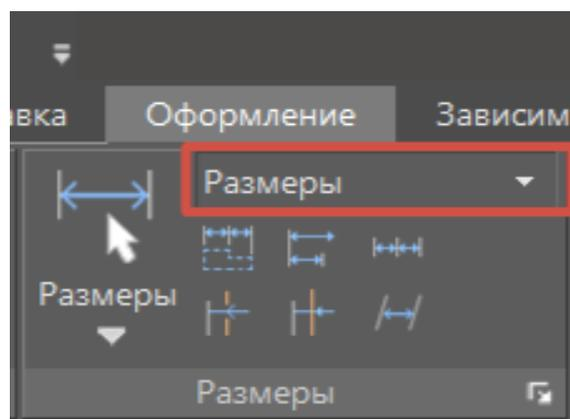

Рис. 4.48
10. В панели размеров меняем размерный стиль на Размеры (рис. 4.48):